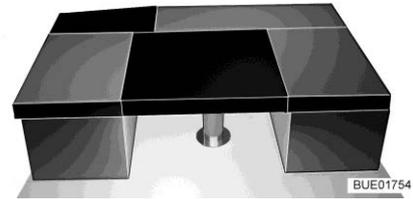

Fig. 84 Después de la transformación
- Colocar el cojín adicional rectangular en la mesa (entre los cojines de asiento de los bancos, véase Fig. 84).